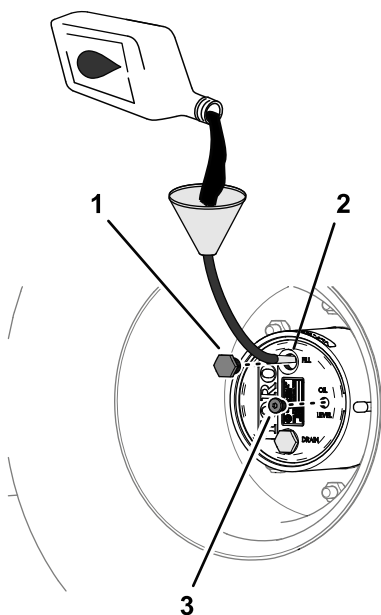

图 98
4. 如果润滑油油位较低应取出加油塞添加指定润滑油直至油开始从检查塞孔中流出图 98请参阅 行星齿轮传动润滑油规格 (页码 59)。
6. 安装加油塞和检查塞图 98。
- 1. 通过加油塞孔缓慢添加指定齿轮润滑油请参阅 检查行星齿轮传动润滑油 \(页码 59\)中的图 98。
- 3. 安装加油塞和检查塞请参阅 检查行星齿轮传动润滑油 \(页码 59\)中的图 98。